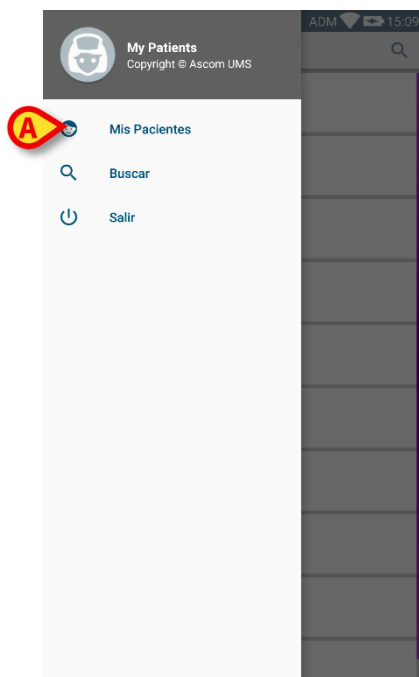

Fig 33
Se abre el siguiente menú (Fig 33).
- Tocar **Mis Pacientes** (Fig 33 A).